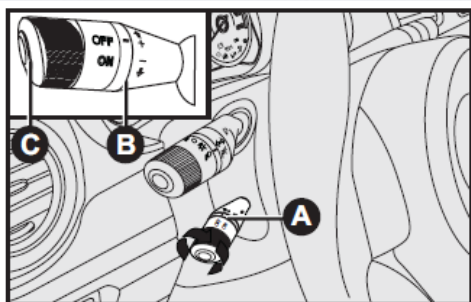

fig. 56
Controles - fig. 56
El regulador de velocidad se activa o desactiva mediante la palanca A-fig. 56.
Un breve toque en palanca B-fig. 56 hacia arriba (posición +) permite aumentar la velocidad memorizada.
Un breve toque en palanca B-fig. 56 hacia abajo (posición -) permite disminuir la velocidad memorizada.
Cada vez que se acciona la palanca B-fig. 56 la velocidad aumenta o disminuye 1 km/h aproximadamente.
Después de la desactivación automática del dispositivo, el botón C-fig. 56 permite restablecer la velocidad memorizada.
Ponga la extremidad de la palanca A-fig. 56 en la posición ON y lleve el vehículo a la velocidad deseada.
Ponga la palanca A-fig. 56 en la posición (+) durante tres segundos como mínimo, luego suéltela. La velocidad del vehículo permanece memorizada y por lo tanto, es posible soltar el pedal del acelerador.
- presionando el botón C-fig. 56.
- 2) Un breve toque en la palanca A-fig. 56 hacia a la posición (+): por cada impulso de la extremidad corresponderá un ligero aumento de la velocidad (1 km/h aproximadamente) mientras que a una presión continua corresponderá un aumento continuo de la velocidad.
- 2) Manteniendo posicionando el anillo A-fig. 56 a la posición (–) hasta alcanzar la nueva velocidad que quedará memorizada automáticamente.
Gire el anillo A-fig. 56 en OFF o la llave de arranque a la posición STOP.